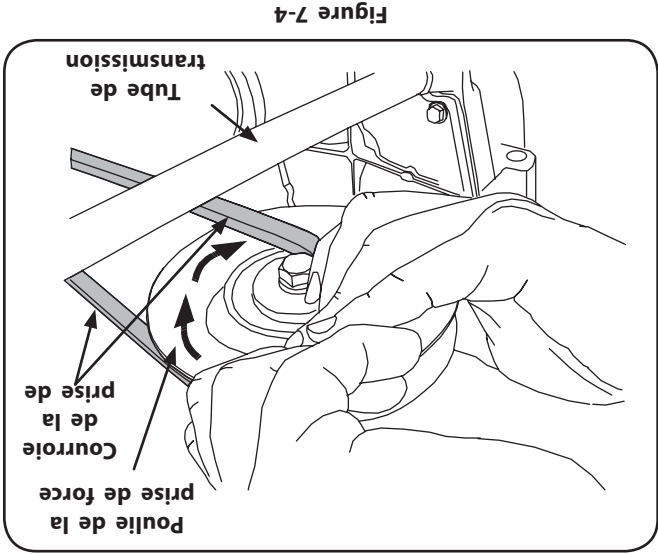

Figure 7-4
1. Tirez le côté droit de la courroie vers l'arrière et placez le côté en V de la courroie dans la gorge avant droite de la poulie de la prise de force. Voir la Figure 7-4.
4. Tenez la courroie et continuez à tourner la poulie de la prise de force jusqu'à ce que la courroie soit complètement dégaie de la poulie. Voir la Figure 7-4.